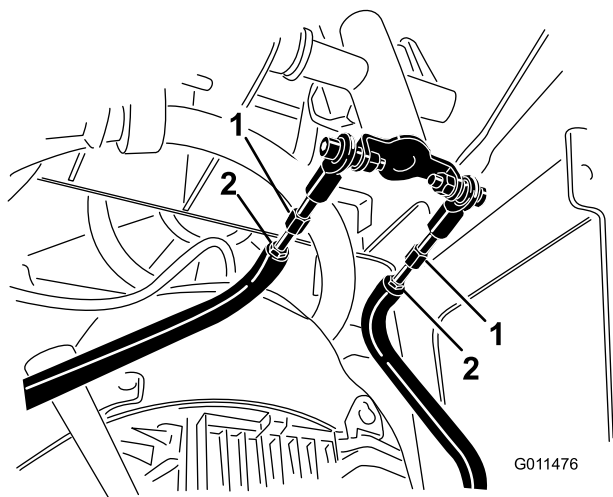

図 57
- D. 走行ロッドコントロールパネル下のジャムナットをゆるめる 図 57。